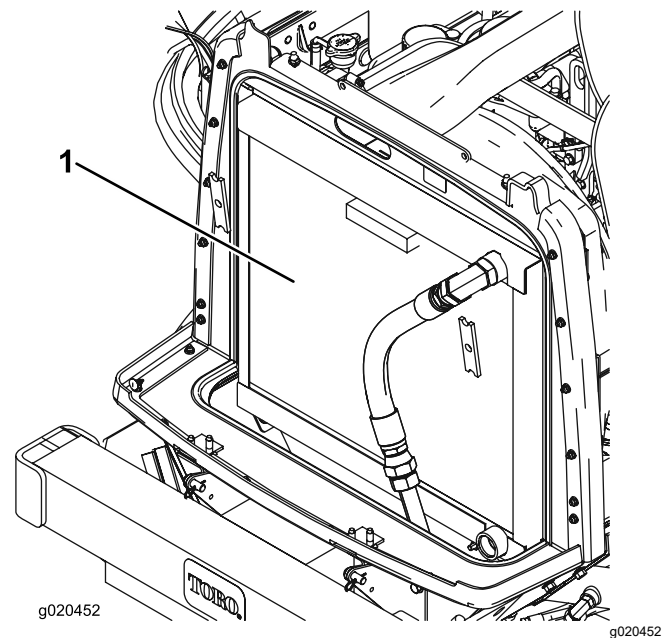

Figure 74
3. Nettoyez soigneusement les deux côtés du radiateur/refroidisseur d'huile à l'air comprimé (Figure 74).